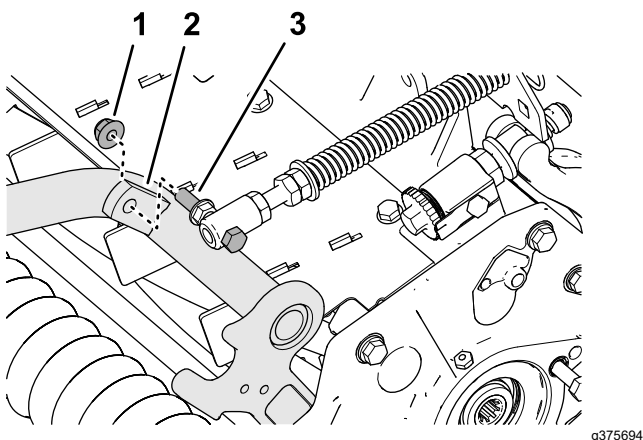

Figura 19
4. Monte el tornillo del muelle de compensación del césped en la pestaña derecha del bastidor de tiro (Figura 19) con la contratuercas con arandela prensada ($\frac{3}{8}$ ").